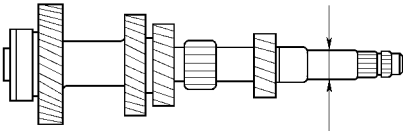

图 10-21 用百分表测量滚针轴承座圈外径
(2) 检查中间轴齿轮。使用百分表测量滚针轴承座圈的外径，如图 10-21 所示。